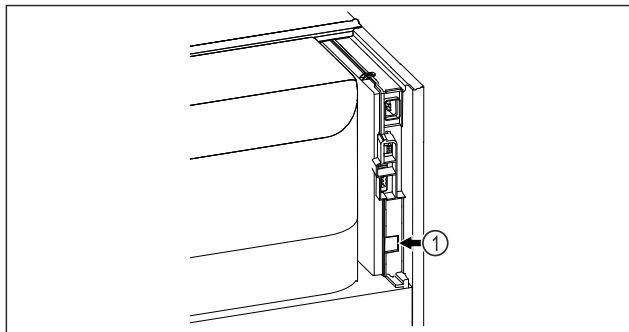

Fig. 61
- Το SmartModule Fig. 61 (1) είναι τοποθετημένο.